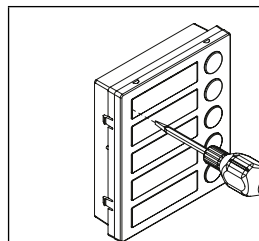

Fig. 5
- Inserire il cacciavite (lato piatto della lama) nell'apposita fessura del porta cartellino come mostrato in **Fig. 5**;